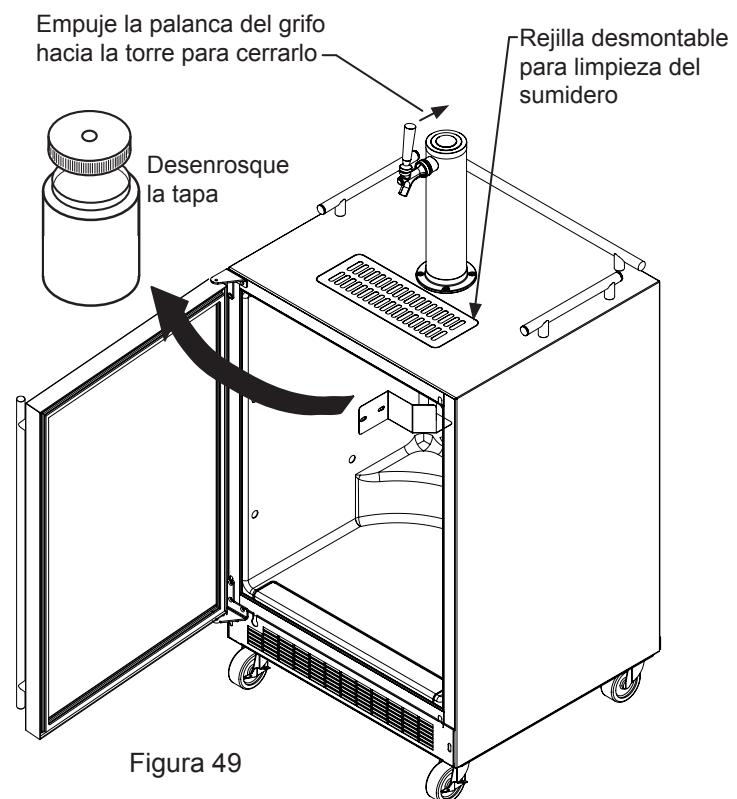

Figura 49
2. Verifique que la palanca del grifo de la torre esté cerrada (vea la Figura 49).
En un **dispensador de cerveza autosostenido**, retire la rejilla de Marvel del frente de la torre, límpiela con agua y jabón y séquela antes de volver a instalarla. Limpie el área del sumidero con agua jabonosa y seque (vea la Figura 49).